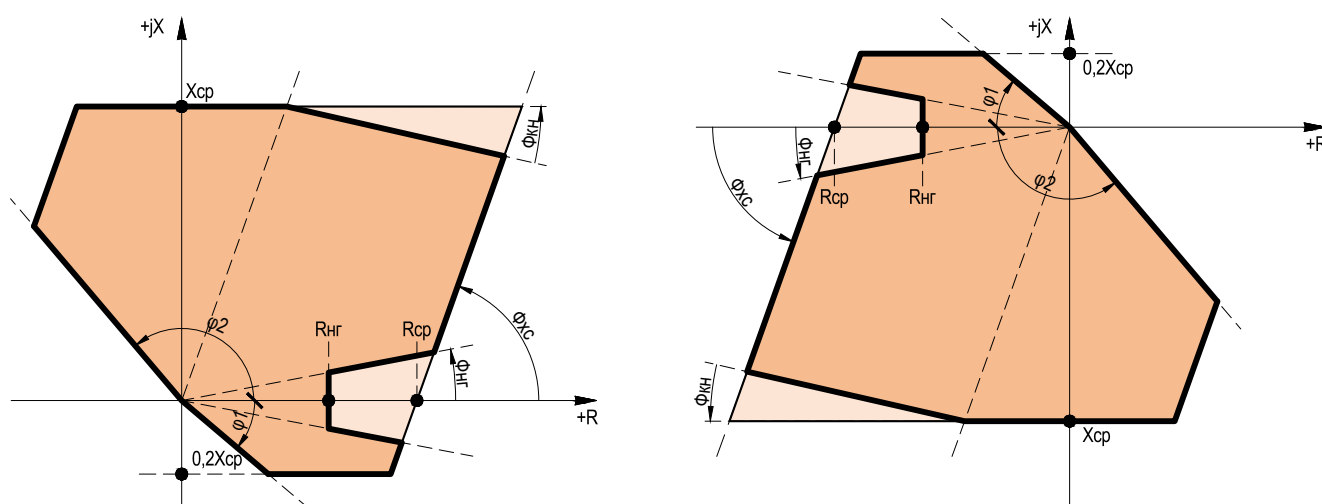

Рисунок 2.2 – Характеристики срабатывания реле сопротивления прямонаправленных и обратнонаправленных ступеней ДЗ
2.2.1.19 Ступени ДЗ предусматривают работу в направленном режиме. Если предусмотрен контроль направленности при АУ (уставка SGF4 введена в работу), то наличие сигнала «АУ: Ввод ускорения» позволяет выполнить пуск ступени ДЗ на момент включения выключателя без контроля направления. В каждой ступени ДЗ предусмотрена возможность выбора направленного режима работы контуров. Контроль направленности осуществляется с помощью уставки SGF3. Для обеспечения строгой направленности действия ступени, используется орган направления (ОН). Направление действия меняется в зависимости от положения уставки «Ненаправленная», «Прямонаправленная», «Обратнонаправленная». Характеристики срабатывания прямонаправленных и обратнонаправленных ступеней ДЗ приведены на рис. 2.2.